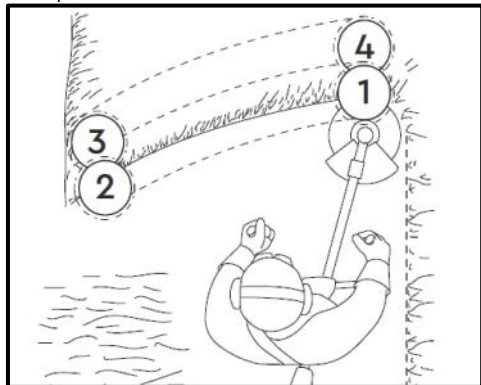

Рис. 29
- При скошуванні трави на ділянці, вільній від перешкод, ведіть ріжучий елемент в напрямку, як зображено на Рис. 29.